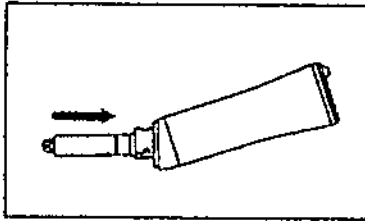

Fig. 9
7. Inserte el eje impulsor hasta que entre en contacto con el adaptador. (Fig. 9)